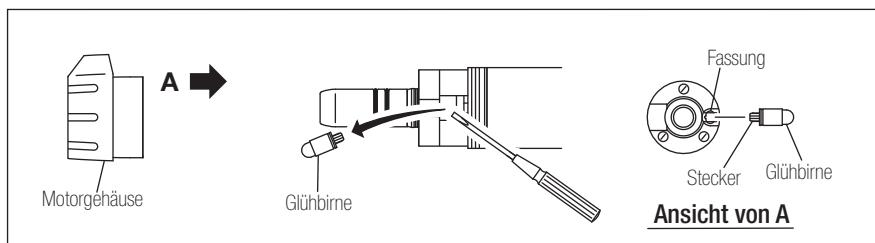

Abb. 22
- 1) Lösen Sie das Motorgehäuse, trennen Sie es vom Motor und entfernen Sie die alte Glühbirne mit dem kleinen Stift wie mit einem Schraubendreher. (Abb. 22)